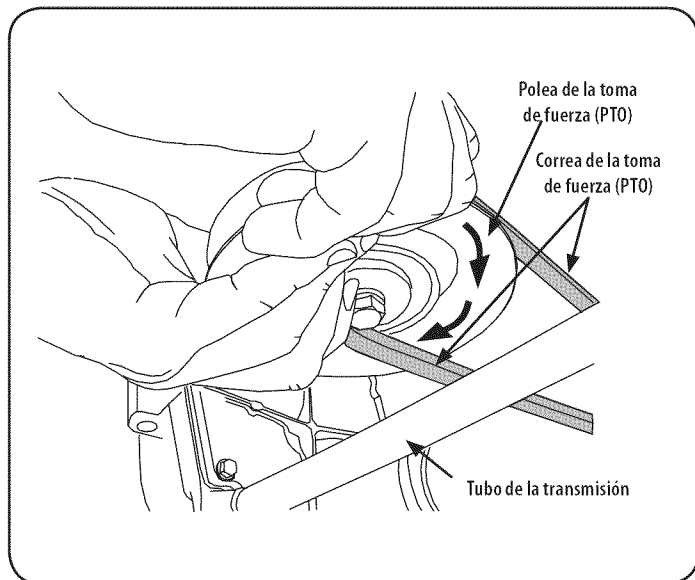

Figura 32
- d. Mientras sostiene la correa hacia abajo, siga girando la polea del PTO hasta que la correa se deslice fuera de la polea. Consulte la Figura 32.
- Tire del lado derecho de la correa hacia atrás y colocar el lado estrecho V de la correa en la polea del PTO. Ver Figura 32.
- Mientras sostiene la correa y la polea juntas, rote la polea hacia la izquierda (Ver Figura 32). Continúe oprimiendo y girando la polea y la correa hasta que la correa esté totalmente enrollada en la polea del PTO.